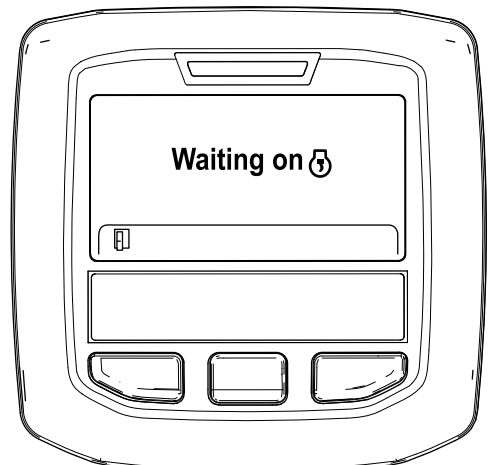

Figura 45
- B. Surge a mensagem "Waiting on [engine icon]" (À espera de) (Figura 45).